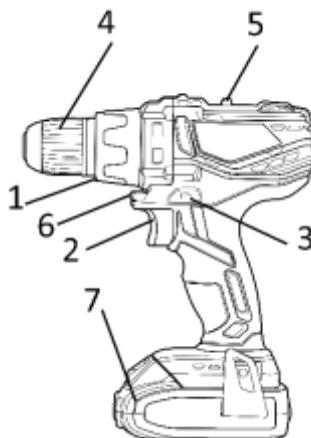

Рисунок 1
4.1.3 Встановіть необхідний крутний момент за допомогою кільця регулятора моменту затягування (1) (див. рисунок 1).
4.3 Для вимикання виробу натисніть на клавішу вимикача (2) (рисунок 1). Для вимкнення виробу слід клавішу відпустити. Регулювання швидкості обертання патрону здійснюється ступенем натискання на клавішу вимикача.